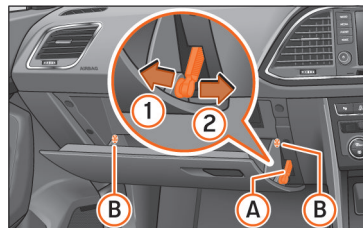

Abb. 106 Handschuhfach (Führung rechts): Zugang Sicherungskasten.
- Verriegelungstaste » Abb. 106 (A) in zwei Schritten ausbauen: zunächst Verriegelungstaste nach hinten ziehen (Pfeil ①) und danach etwas nach rechts schieben (Pfeil ②). Führung ausbauen, wenn die Abdeckung normal geöffnet ist (30°).
- Seitliche Zapfen (B) freilegen und Abdeckung bis zur zweiten Öffnungsposition entriegeln (60°).